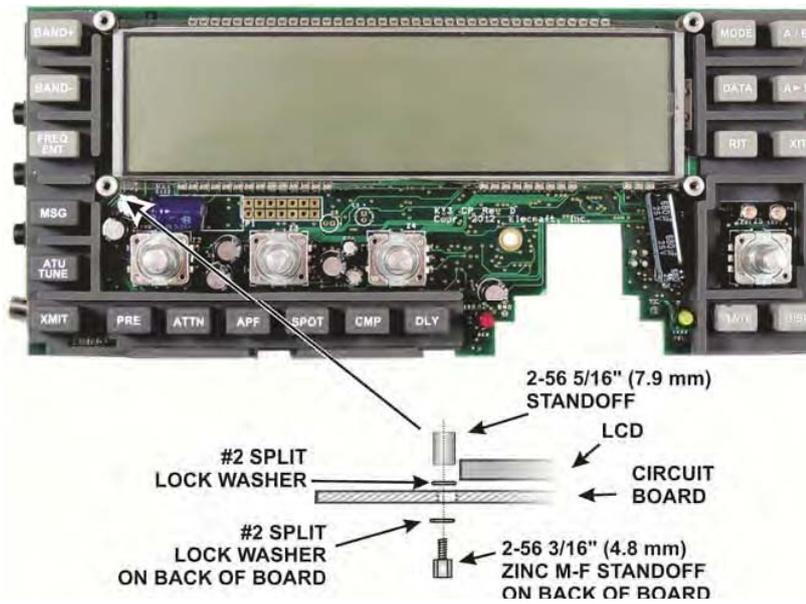

Figure 13. Installing CP Board Standoff Hardware - Part 2.
□ スペンスーを図13に示されるようなCPボードにインストールしてください。ボードの後ろのねじの代わりにM-Fスペンサーが使用されることに注意してください。